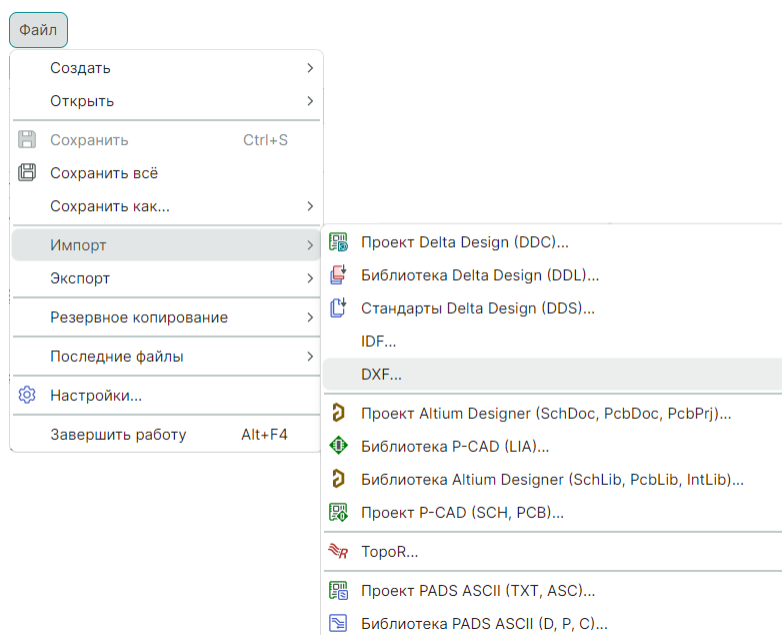

Рис. 64 Вызов импорта из главного меню
1. Воспользуйтесь механизмом «drag-and-drop» и перетащите файл DXF из локального месторасположения в рабочую область редактора чертежей или используйте раздел главного меню «Файл» → «Импорт» → «DXF», см. Рис. 64.